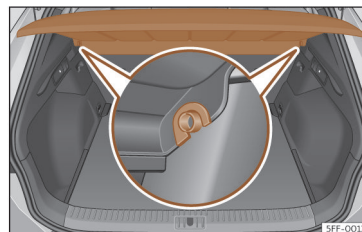

Fig. 183 Na bagageira: desmontar e montar a chapeleira.
- Desencaixe a chapeleira dos suportes laterais >>> **Fig. 183** puxando-a para cima e retire-a.
- Introduza a chapeleira horizontalmente fazendo coincidir a «fechadura» sobre o eixo dos suportes >>> **Fig. 183**, e pressione para baixo até que encaixe.